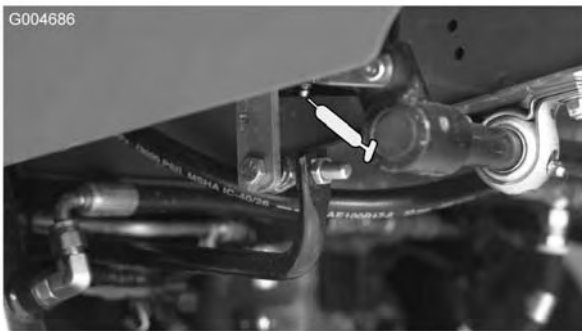

Figura 34
- Casquillo del pivote del pedal de tracción (1) (Figura 34)